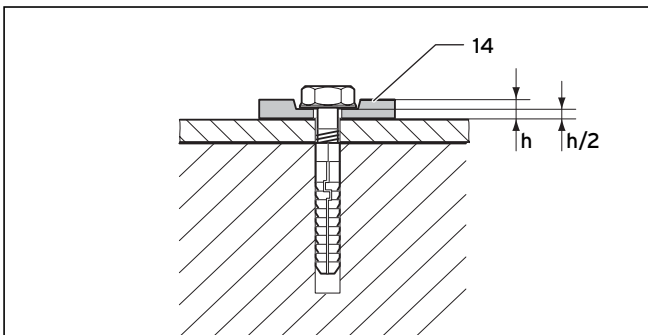

Рис. 6.64 Крепление гибкими подкладными шайбами
Обязательно используйте 4 гибких подкладных шайбы (14), чтобы можно было сбалансировать растяжение материала. Спрессуйте подкладные шайбы на 50 % (см. рис. 6.64).